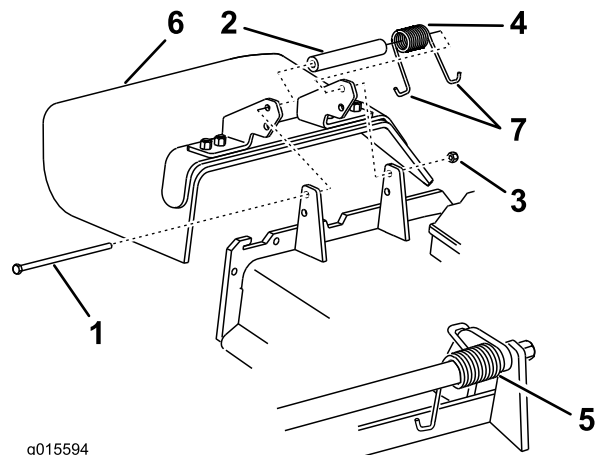

Figure 102
1. Retirez le contre-écrou, le boulon, le ressort et l'entretoise qui fixent le déflecteur aux supports de pivot (Figure 102).
2. Enlevez le déflecteur s'il est endommagé ou usé (Figure 102).
Remarque: Prenez soin de placer une extrémité en **J** du ressort derrière le bord du tablier avant de mettre le boulon en place, comme montré à la Figure 102.
6. Accrochez l'extrémité en **J** du ressort au déflecteur d'herbe (Figure 102).